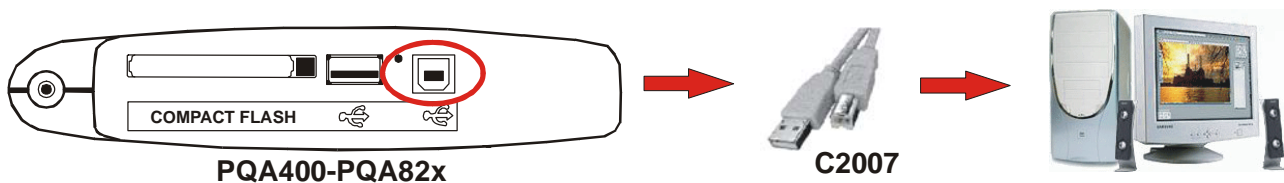

Fig. 119: Conexión del instrumento al PC
3. Conecte el instrumento al PC usando el cable C2007 (USB "A" → USB "B") incluido en dotación como muestra la Fig. 119: